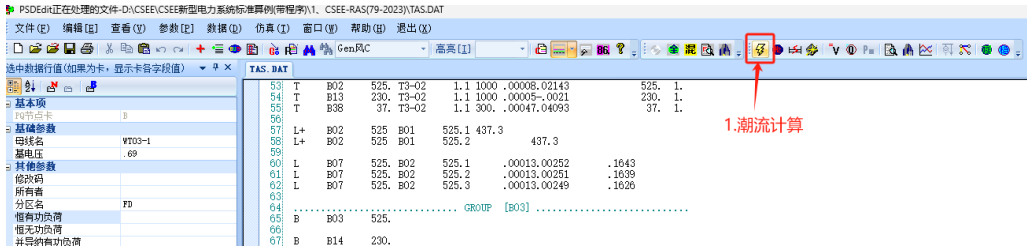

图 3 执行潮流计算
1) 以暂态功角稳定场景为例，利用 PSDEdit 打开 TAS.dat 文件。点击【执行潮流或稳定计算】进行潮流计算，如图 3 所示。